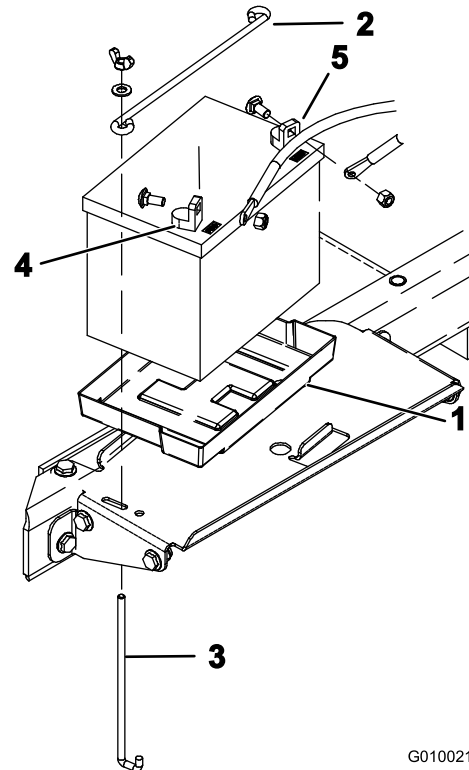

图 14
1. 将电池装入电池盒内的座盘图 14。调整电池位置使端子向外。